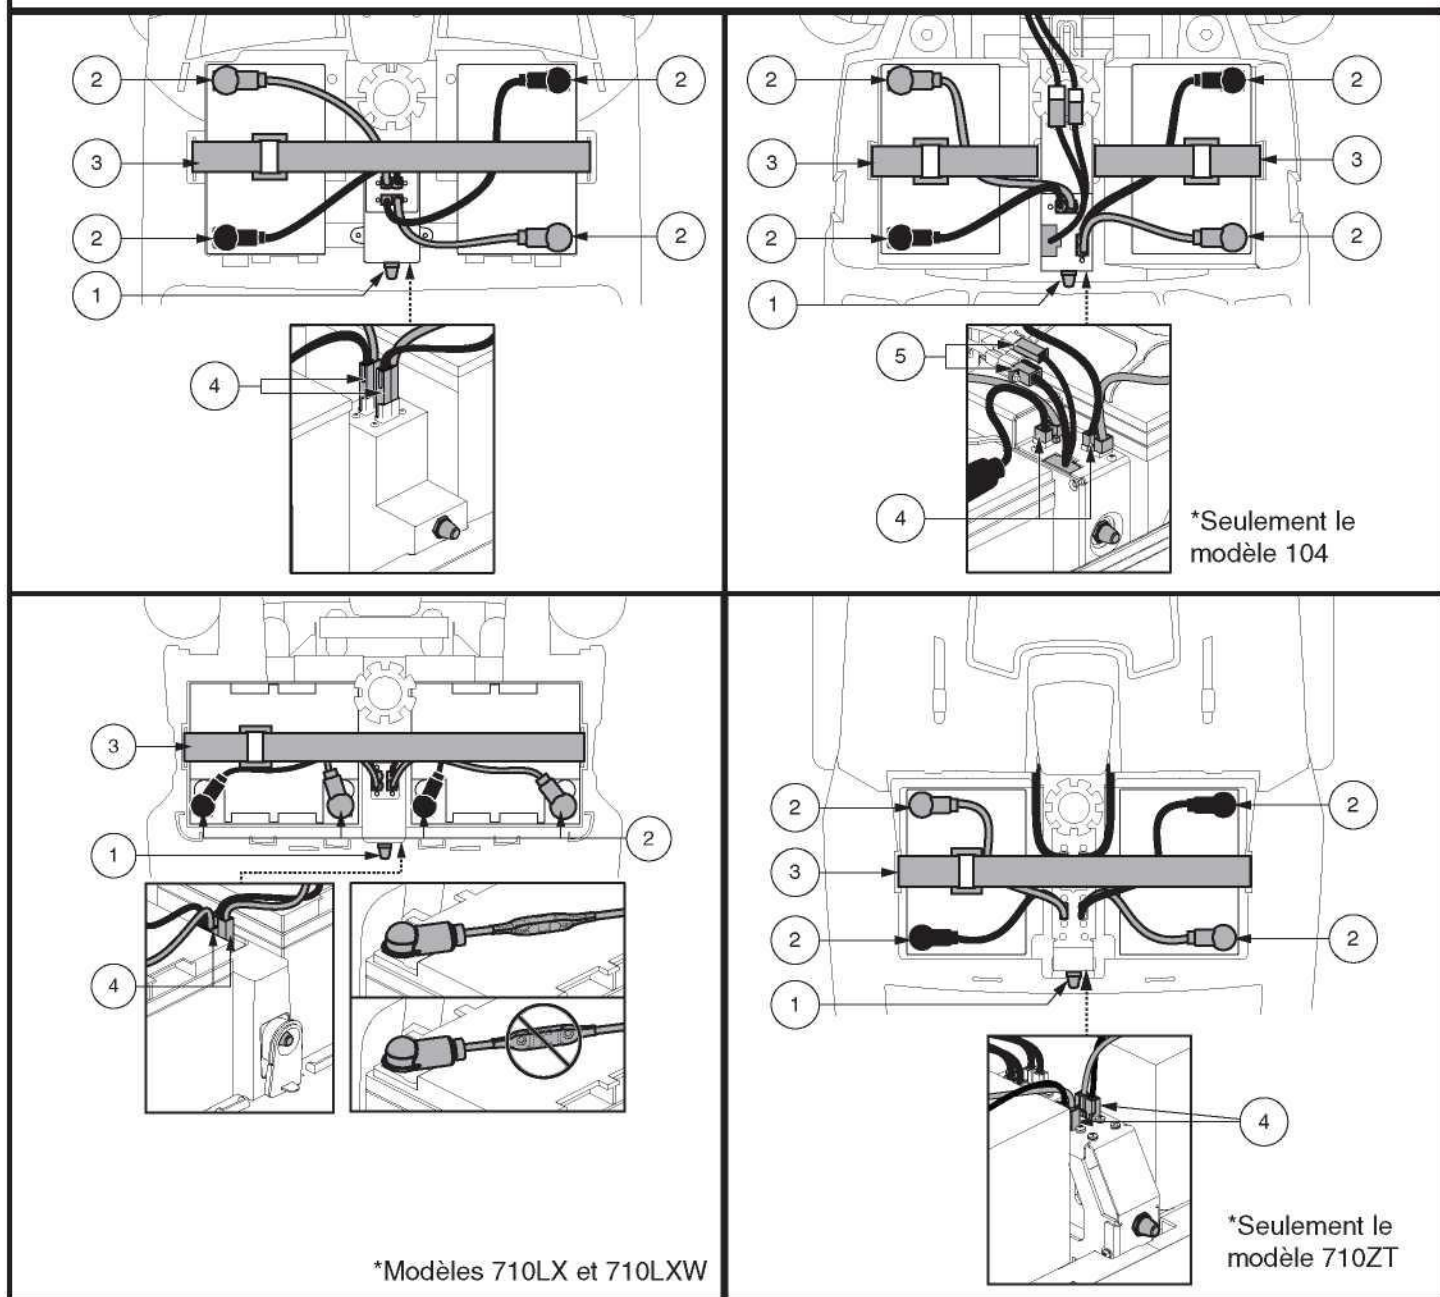

Figure 14. Enlèvement/installation des batteries et connexions
2. Détachez les courroies des batteries. Voir la figure 14.
3. Débranchez les batteries en appuyant sur les languettes des connecteurs du faisceau de la batterie et en les tirants vers le haut. Voir la figure 14.
6. Placez une nouvelle batterie dans chaque puits. Pour les modèles 710LX et 710LXW, dirigez les bornes de batterie de chaque batterie vers l'arrière. Pour tous les autres modèles, placez les bornes de batterie de chaque batterie l'une en face de l'autre et vers les côtés extérieurs du scooter. Voir la figure 14.